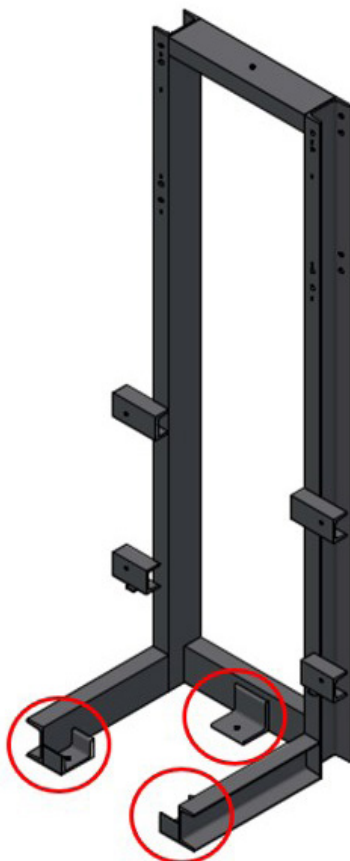

Fig. 7.37. Installazione del telaio da interno
- telaio da interno (Fig. 7.37). Questo tipo di telaio richiede fissaggio a terra tramite 3 tasselli M10;